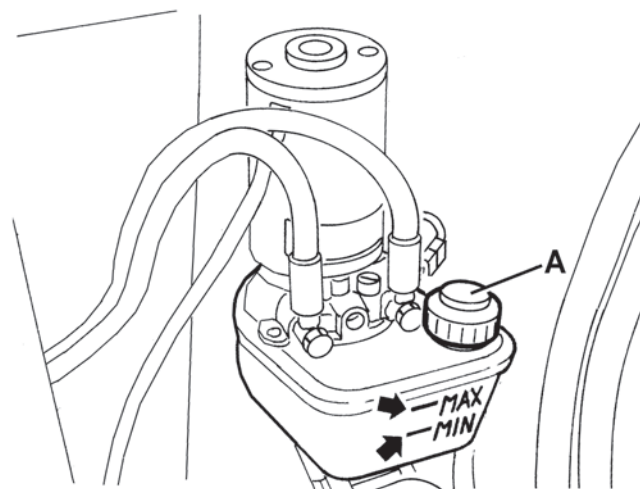

Figura 20
1. Rotiți cheia de contact (61) în poziția „0” și cuplați frâna de parcare.
2. Deschideți capota compartimentului motorului (18) cu mânerul (41) și fixați-o utilizând tija de susținere (53).
3. Verificați dacă nivelul uleiului din rezervorul (52) se situează între marcajul de minim (MIN) și cel de maxim (MAX) indicate în figura 20.